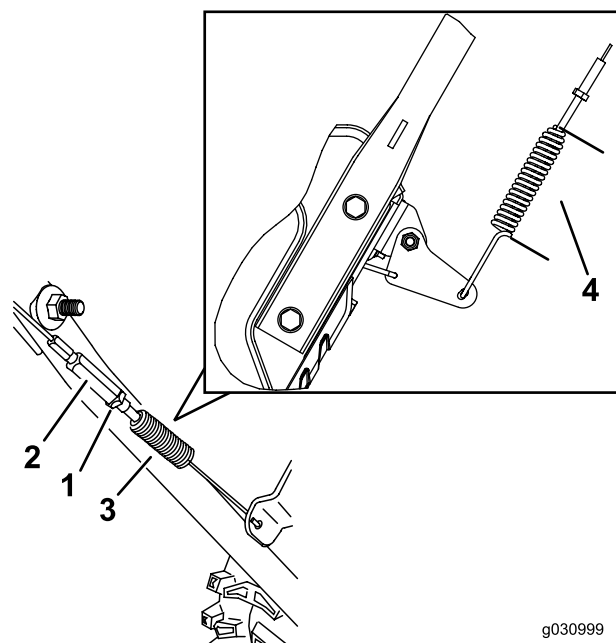

Figura 29
3. Strângeți sau slăbiți întinzătorul cu filet pentru a regla lungimea arcului la 5,5 cm, după cum este ilustrat în Figura 29.
4. Strângeți contrapiulița (Figura 29), asigurându-vă că în cablu este o tensiune redusă.